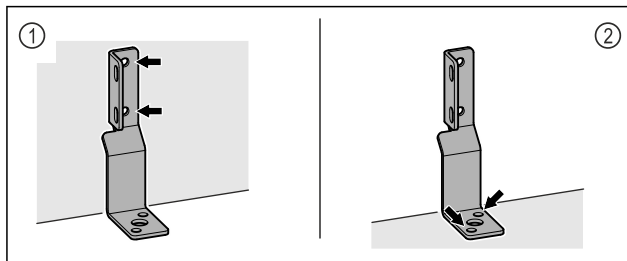

Fig. 8
- ▶ Rögzítse a szögacélt a falra Fig. 8 (1) vagy a padlóhoz Fig. 8 (2).